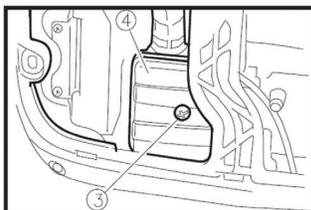

Рис. 20
2. Открутите винт (3) и снимите крышку воздушного фильтра 4 (Рис. 20).